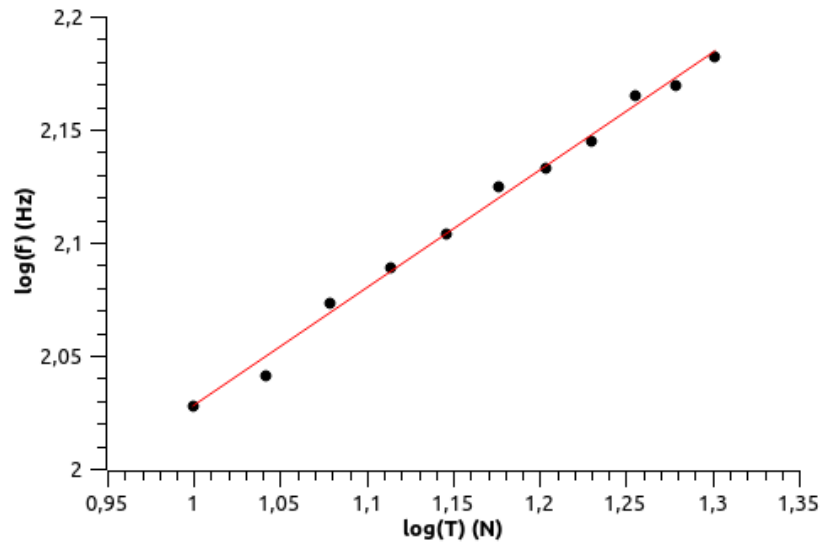

Figura 3: logaritmos de la frecuencia frente a la tensión
- En la Tabla 6 y Figura 3, se representa el logaritmo de la frecuencia frente al logaritmo de tensión, y la recta de ajuste